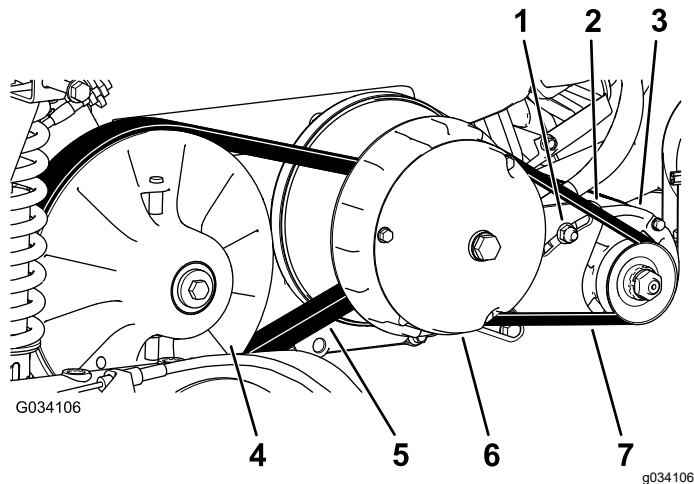

図 65
6. ベルト **図 65** を手で回転させながら、磨耗や破損がないかを点検する。
3. 2次クラッチを回しながら2次クラッチ部分でベルトを外す (**図 65**)。
4. 1次クラッチからベルトを外す (**図 65**)。
5. 新しいベルトを一次クラッチに掛ける **図 65**。
6. 2次クラッチを回しながら2次クラッチ部分でベルトを外す (**図 65**)。
2. スタータジェネレータのピボットナットをゆるめる **図 65**。
4. バールを下に押ししてスタータを下げる。ベルトを  $44 \text{ N}\cdot\text{m} / 4.5 \text{ kg}$  の力で押した時のたわみが  $6 \text{ mm}$  になるようにスタータの位置を調整する **図 65**。
5. ピボットナットを手締めし、バールを取り外す **図 65**。